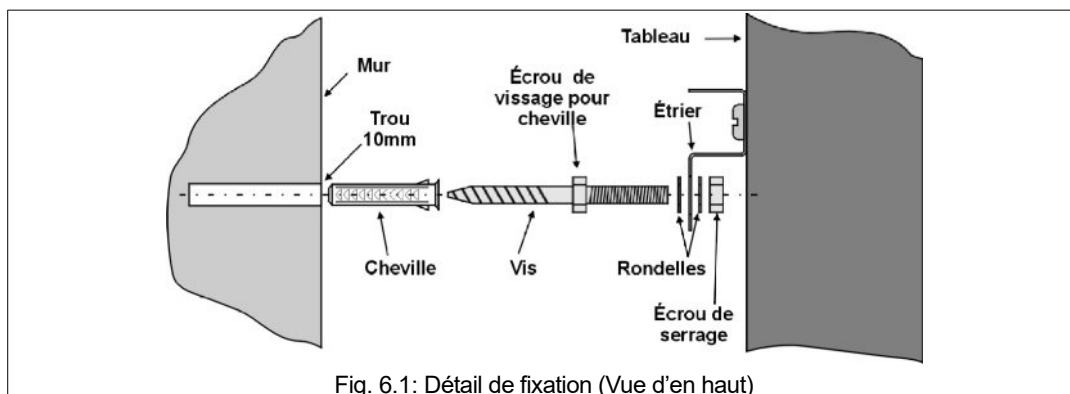

Fig. 6.1: Détail de fixation (Vue d'en haut)
2. Introduisez la cheville dans chacun des trous et vissez la vis en agissant sur l'écrou au moyen d'une clé de 13 mm (voir Fig. 6.1); ensuite, introduisez la rondelle.